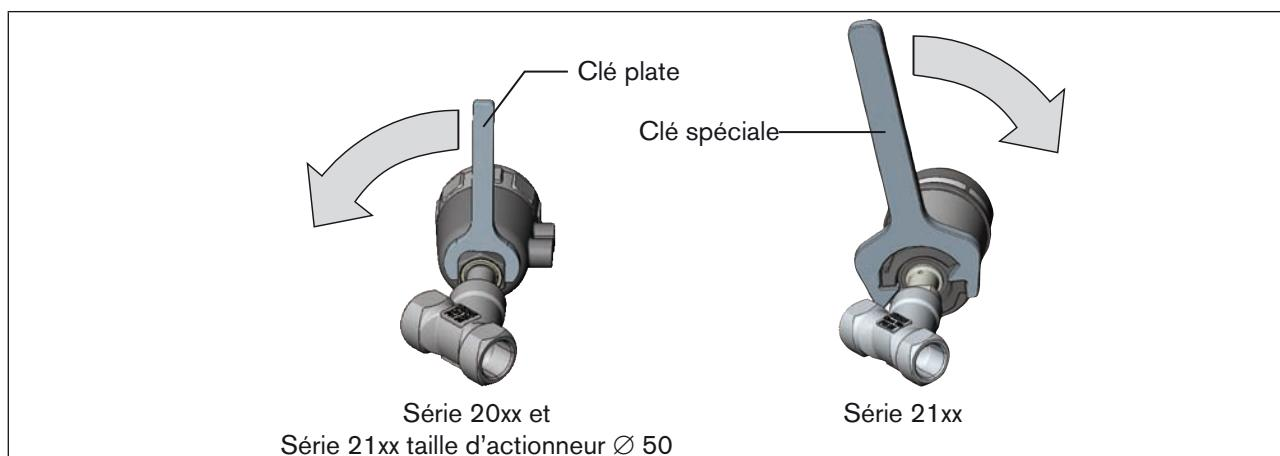

Figure 16 : Tourner avec une clé spéciale / clé plate
- Tournez le module actionneur uniquement dans le sens prescrit (séries 20xx ou 21xx, voir « *Figure 16 : »*).